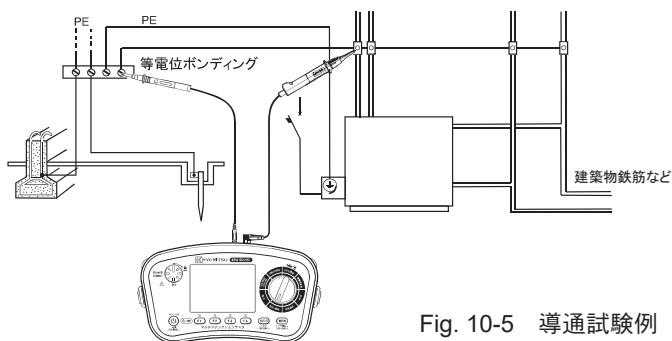

Fig. 10-5 導通試験例
- (4) 測定スイッチを放し、表示がゼロとなっていることを確認してください。
- (5) 回路が活線状態でないことを確認し、測定コードを接続します。(Fig. 10-5)